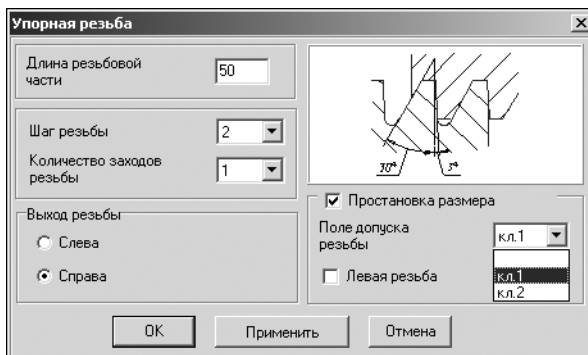

Рис. 4.15.
4. Укажите тип **Упорная** и щелкните левой клавишей мыши. Откроется окно, предназначенное для ввода параметров резьбы (рис. 4.15).